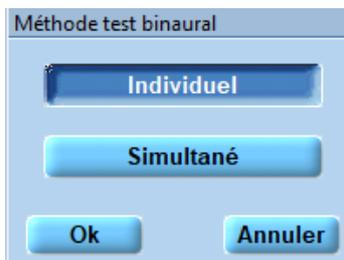

Figure 67
**Binaural** : Une mesure binaurale peut être effectuée en plus de la mesure unique de l'oreille gauche ou droite. Sélectionnez **Individuel** pour modifier individuellement les niveaux de l'oreille droite et gauche. Sélectionnez **Simultané** si vous souhaitez que les niveaux des oreilles gauche et droite correspondent (Figure 67).